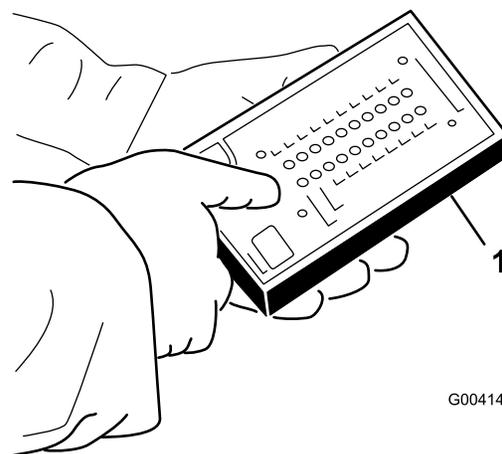

Figura 46
5. Conecte el conector de la pantalla diagnóstica ACE al conector del arnés (Figura 46).